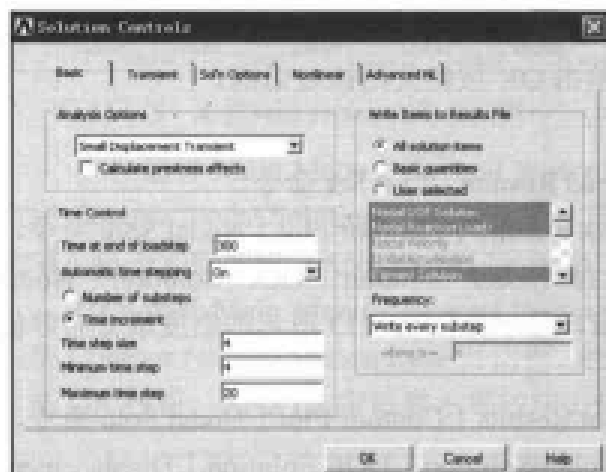
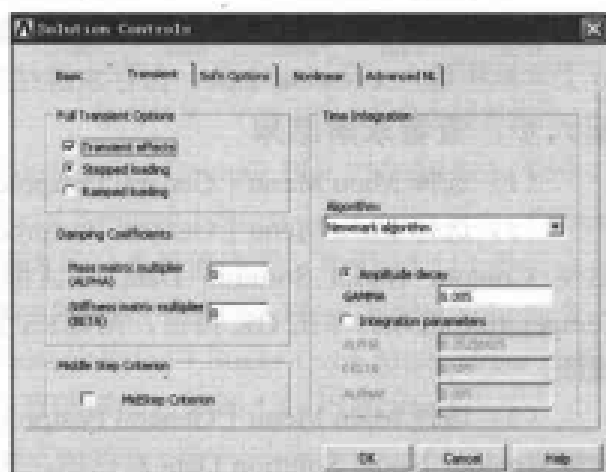

图 13-110 求解控制基本选项设置对话框
图 13-111 求解控制瞬态选项设置对话框
(3) 选择 Main Menu | Solution | Analysis Type | Sol'n Controls 命令, 出现 Solution Controls 对话框, 选择 Basic 选项卡, 参照图 13-110 对其进行设置; 选择 Transient 选项卡, 参照图 13-111 对其进行设置, 单击 OK 按钮关闭该对话框。